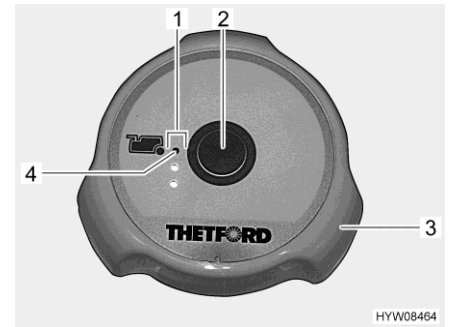

Bild 147 Spülknopf/Kontroll-Leuchten (Thetford-Toilette)
Spülen: ■ Vor dem Spülen den Schieber der Thetford-Toilette öffnen. Dazu den Drehgriff (Bild 147,3) entgegen dem Uhrzeigersinn drehen.
■ Zum Spülen den blauen Spülknopf (Bild 147,2) drücken.
■ Nach dem Spülen den Schieber schließen. Dazu den Drehgriff (Bild 147,3) im Uhrzeigersinn drehen.
Die Kontroll-Leuchten (Bild 147,1) zeigen den Füllstand des Fäkalientanks an. Wenn die rote Kontroll-Leuchte (Bild 147,4) leuchtet, muss der Fäkalientank entleert werden.